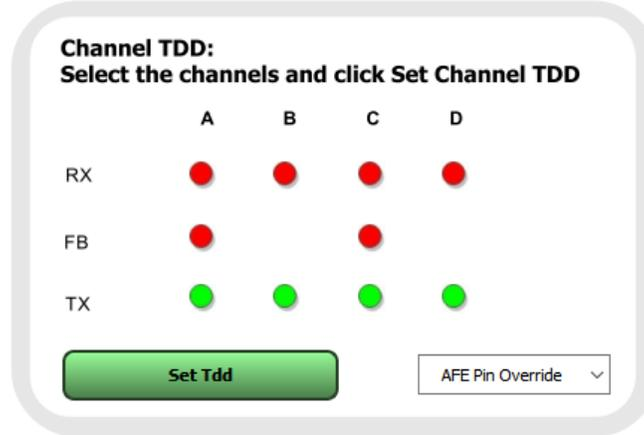

图 2-10. 启用 TX TDD
1. 完成“所有测试用例的初始启动”部分中的步骤后，导航到 Latte 中的 Channel-Controls (通道-控制) 选项卡，在“Channel TDD” (通道 TDD) 下，单击 TX 的按钮将其变为绿色，然后单击“Set TDD” (设置 TDD) ，如 图 2-10 中所示。